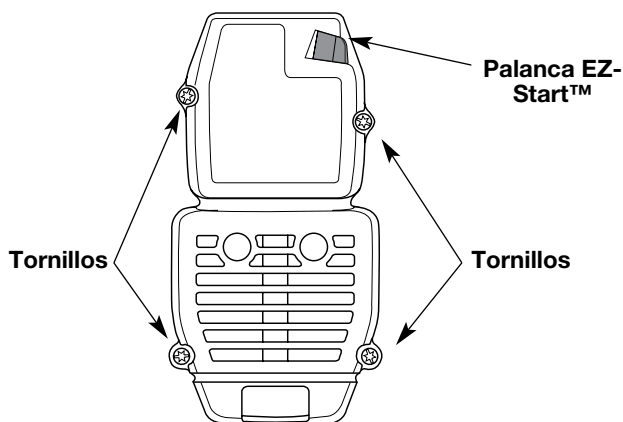

Fig. 23
1. Saque los cuatro (4) tornillos que sostienen la cubierta del silenciador / filtro de aire (Fig. 23). Use un destornillador de broca Torx N° T20.
2. Inserte los cuatro (4) tornillos en los orificios de la cubierta del silenciador / filtro de aire (Fig. 23 y ajústelos. **No los ajuste demasiado.**